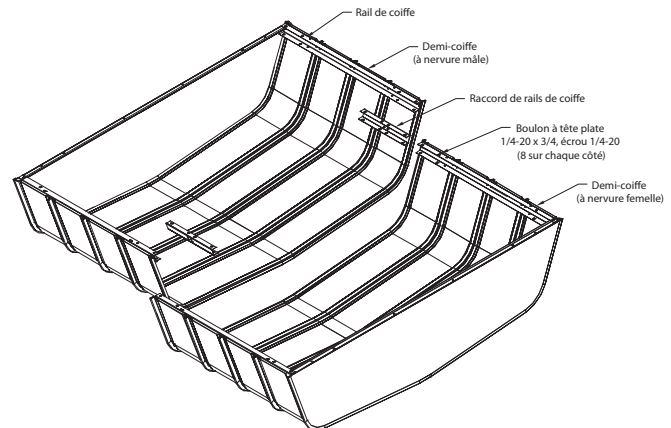

Figure 3 — Assemblage de la coiffe 3FKE2 et 3FKE3
1. Voir la Figure 3. Placer la demi-coiffe à nervure mâle (plus étroite) dans la demi-coiffe à nervure femelle (plus large). Introduire le raccord de rails de coiffe dans les rails de coiffe et fixer avec 8 boulons à tête plate de 1/4-20 x 3/4 et 8 écrous de 1/4-20 de chaque côté.